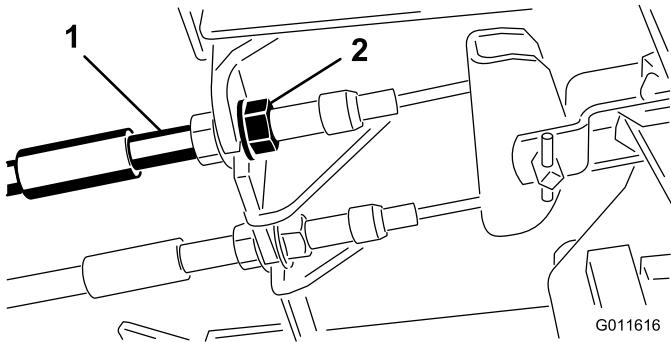

Figura 44
1. Para reduzir a folga dos pedais dos travões, aperte os travões desapertando a porca dianteira que se encontra na extremidade rosada do cabo dos travões (Figura 44).